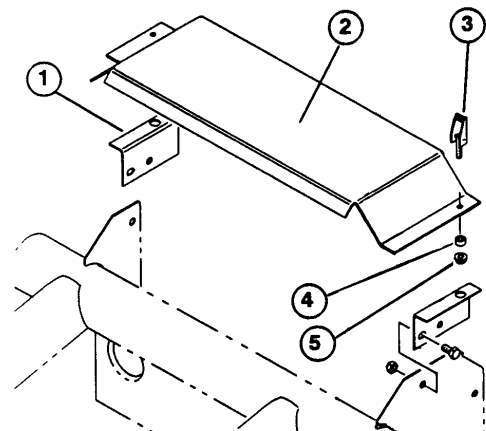

Bild 1
2. Das linke Abdeckungsprofil am Rahmen mit (2) 5/16-18 x 5/8" Sechskantschrauben und Sperrmuttern (gehört zum Bausatz) befestigen.
4. Je eine Falle in beide Befestigungslöcher der Kühlerabdeckung einführen, vgl. Bild 1. Die Fallen an beiden Seiten mit je einer Gummitülle und einer Kunststoffmutter absichern.